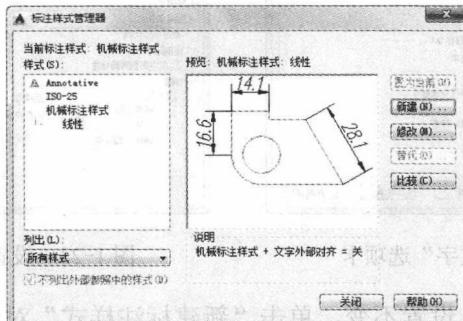

图 1-27 创建适用于“线性”的标注样式
3. 单击“确定”按钮，返回“标注样式管理器”对话框，在“机械标注样式”中增加了适用于“线性”的标注样式，如图 1-27 所示。